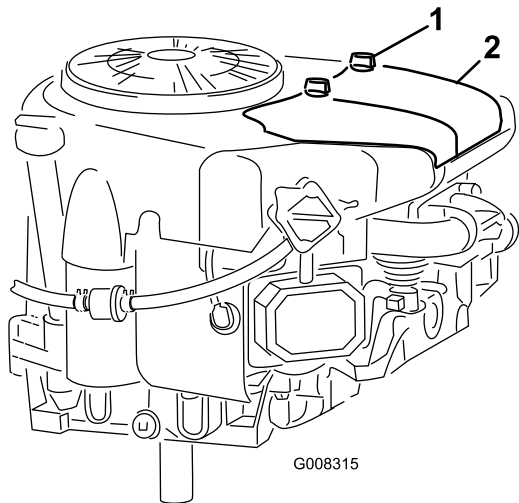

Figura 20
2. Svitare le manopole e togliete il coperchio del filtro dell'aria (Figura 20).